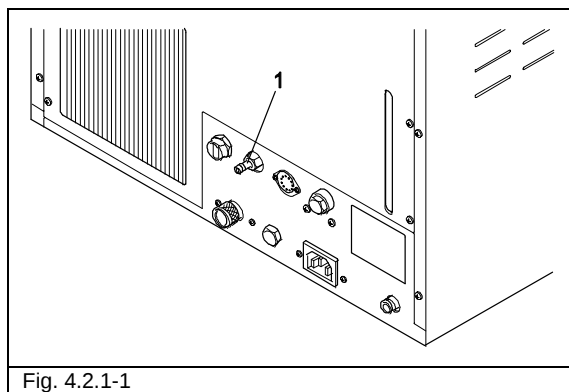

Fig. 4.2.1-1
- Collegare il raccordo del troppo pieno (1 di Fig. 4.2.1-1) in modo tale da permettere all'apparecchio di scaricare l'eccesso d'acqua creatosi a seguito di anomalie.